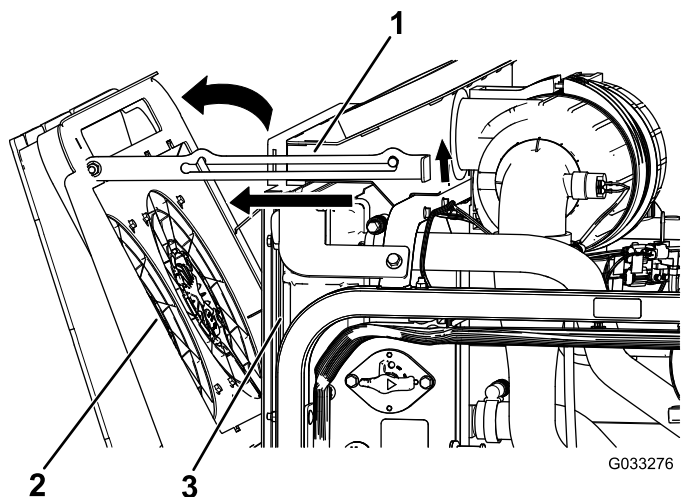

Figura 86
2. Ruotate le ventole di raffreddamento del motore all'indietro rispetto al radiatore e bloccate l'asta di sostegno nella tacca (Figura 86).